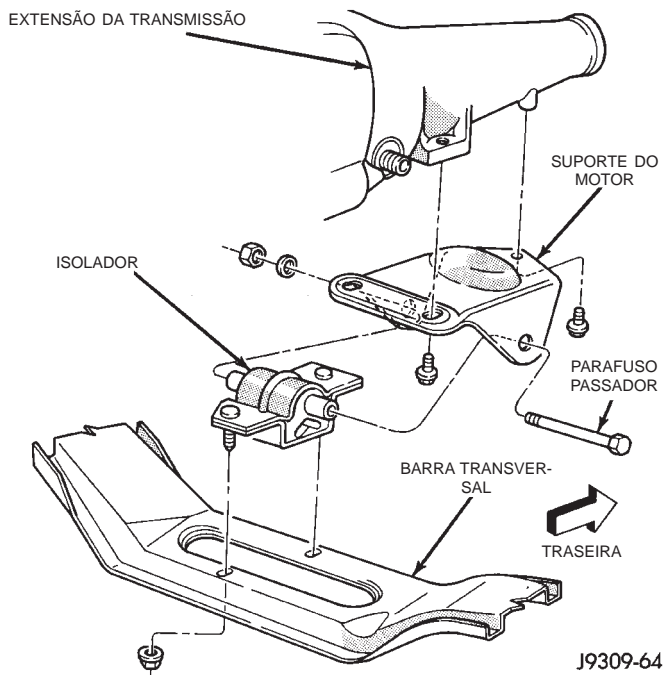

Fig. 20 Isolador Traseiro — Veículos 2WD (Tração em 2 Rodas)
(1) Desconecte o cabo negativo da bateria.
(2) Levante o veículo sobre um içador.
(3) Sustente a transmissão com um macaco.
(4) Remova o suporte do motor e o parafuso passador do isolador (Fig. 20).
(5) Remova a transmissão e o motor levemente.
(6) Remova as porcas do prisioneiro que prendem o isolador à barra transversal (Fig. 20). Remova o isolador.
(1) Se o suporte do motor foi removido, coloque o suporte na extensão da transmissão (Fig. 20). Aperte os parafusos com um torque de 68 N·m (50 pés-lb.).
(2) Instale o isolador na barra transversal. Aperte os parafusos com um torque de 41 N·m (30 pés-lb.).
(3) Abaix e a transmissão e o motor enquanto alinha o suporte do motor no isolador.
(4) Instale o parafuso passador no suporte e no isolador. Aperte os parafusos com um torque de 68 N·m (50 pés-lb.).
(5) Remova o macaco de transmissão.
(6) Abaix e o veículo.
(7) Conecte o cabo negativo à bateria.